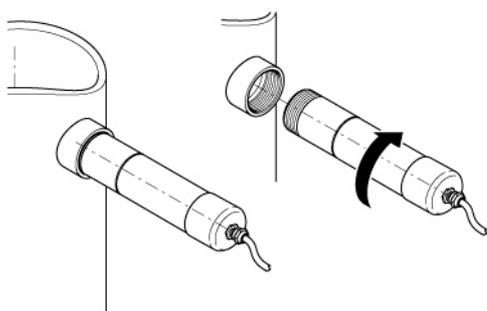

Рис. 3. Монтаж на резьбе
- ввинчен непосредственно имеющейся резьбой типа R11/2" (рис. 3)